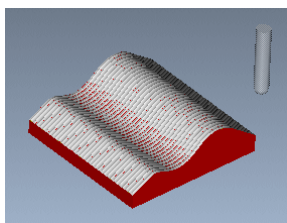

图 3.10.15 NC 检测结果
Step1. 在“切割线铣削”操控板中，单击按钮，系统弹出“VERICUT 7.1.5 by CGTech”窗口。单击按钮，观察刀具切割工件的运行情况，结果如图 3.10.15 所示。